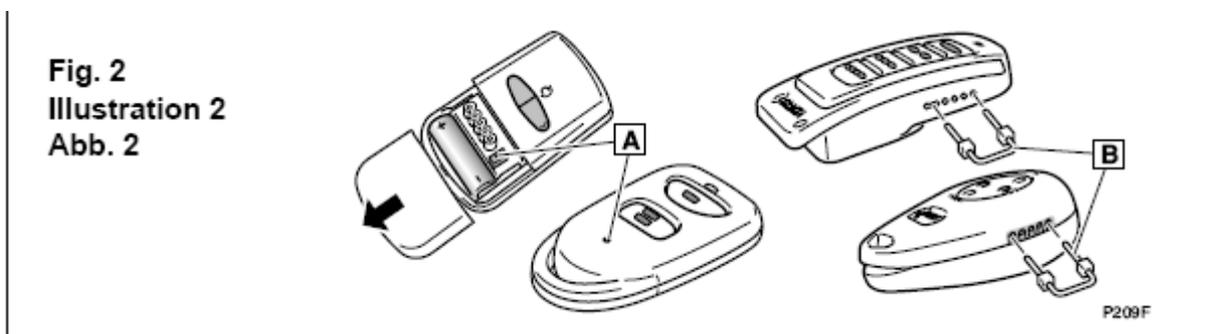

Рис. 2
1. С помощью передатчика, который уже сохранен в памяти, активируйте режим программирования приемника: в зависимости от модели (Рис. 2), нажмите соответствующую мини-кнопку [A] или сделайте мост [B] между 1 и 5 выводом 5-канального разъема.